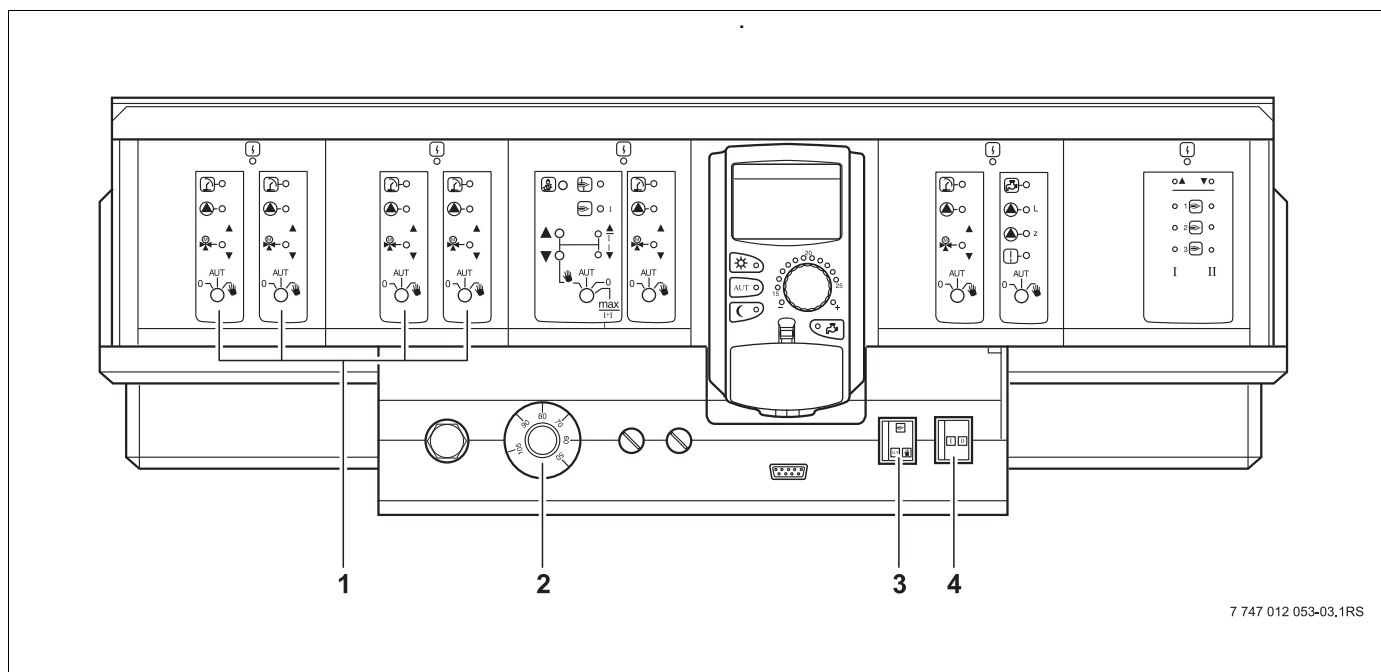

Fig. 26 Regim de încălzire prin comutator manual
- Pentru a asigura în cazul unui deranjament alimentarea cu căldură, reglați comutatorul manual al modulului (→ Fig. 26) la .
- Reglați termostatul apei din cazan (→ Fig. 26) la 60 °C – 90 °C , la căderea preparării apei calde la 60 °C.